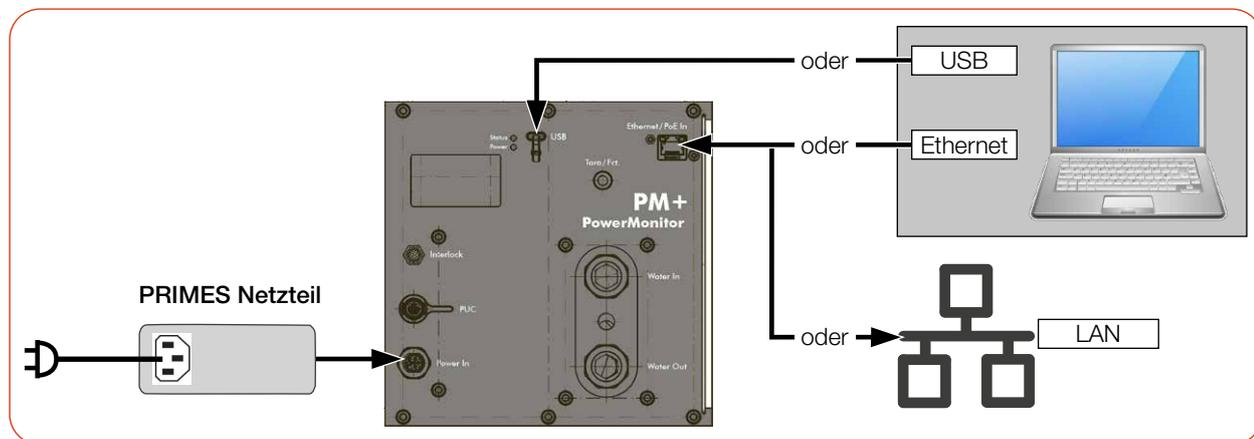

Abb. 7.4: Spannungsversorgung über PRIMES Netzteil, Datenübertragung über USB oder Ethernet
► Schließen Sie das PRIMES Netzteil und das Kabel gemäß der Abb. 7.4 auf Seite 28 an.